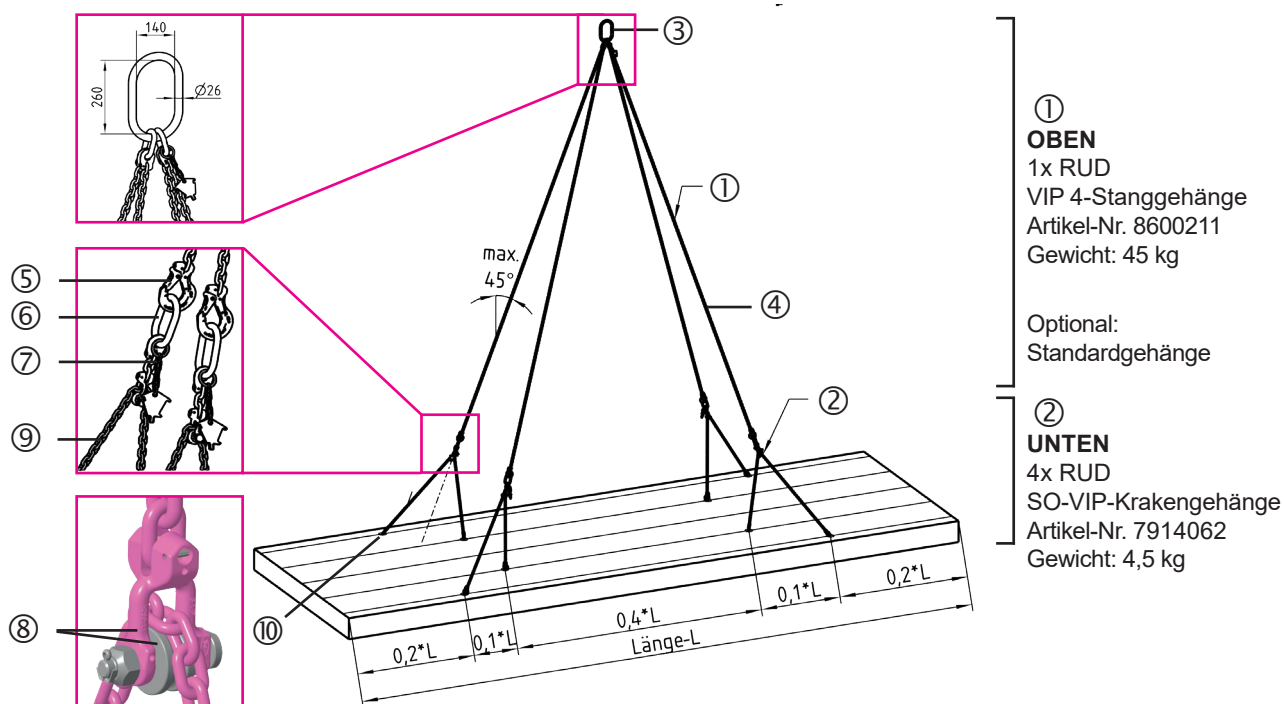

Abb. 9: Bauteilzuordnung
- Dazu muss eine 4-Strang-Anschlagkette mit dazugehörigem Ausgleichsgehänge mit 8 VCGH-Haken verwendet werden (siehe Bauteilzuordnung Abb. 9). Dadurch wird eine gleichmäßige Lastverteilung des Eigengewichtes auf die Gitterträger gewährleistet.